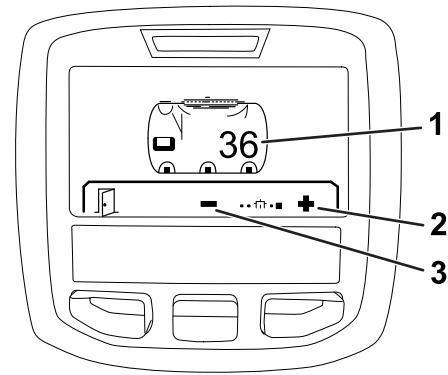

Figura 21
2. Premete il pulsante di selezione destro, poi premete il pulsante di selezione sinistro per entrare nella schermata del serbatoio (Figura 21).
3. Usate il pulsante di selezione centrale e il pulsante di selezione destro per regolare il volume del serbatoio (Figura 21).